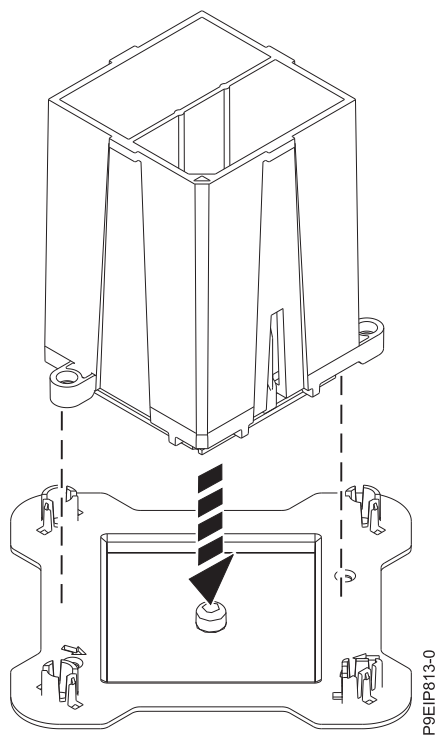

Figura 59. Colocando o módulo de processador do sistema em um ângulo na tampa superior do pacote
10. Segure o lado externo da ferramenta e levante a ferramenta e o módulo de processador do sistema do soquete. Coloque-os em ângulo na tampa superior do pacote do módulo de processador do sistema conforme mostrado na Figura 59 na página 60. Colocar o módulo de processador do sistema em ângulo na tampa superior do pacote do módulo de processador do sistema tornará mais fácil retirar e colocar no pacote depois de substituir o módulo de processador do sistema.